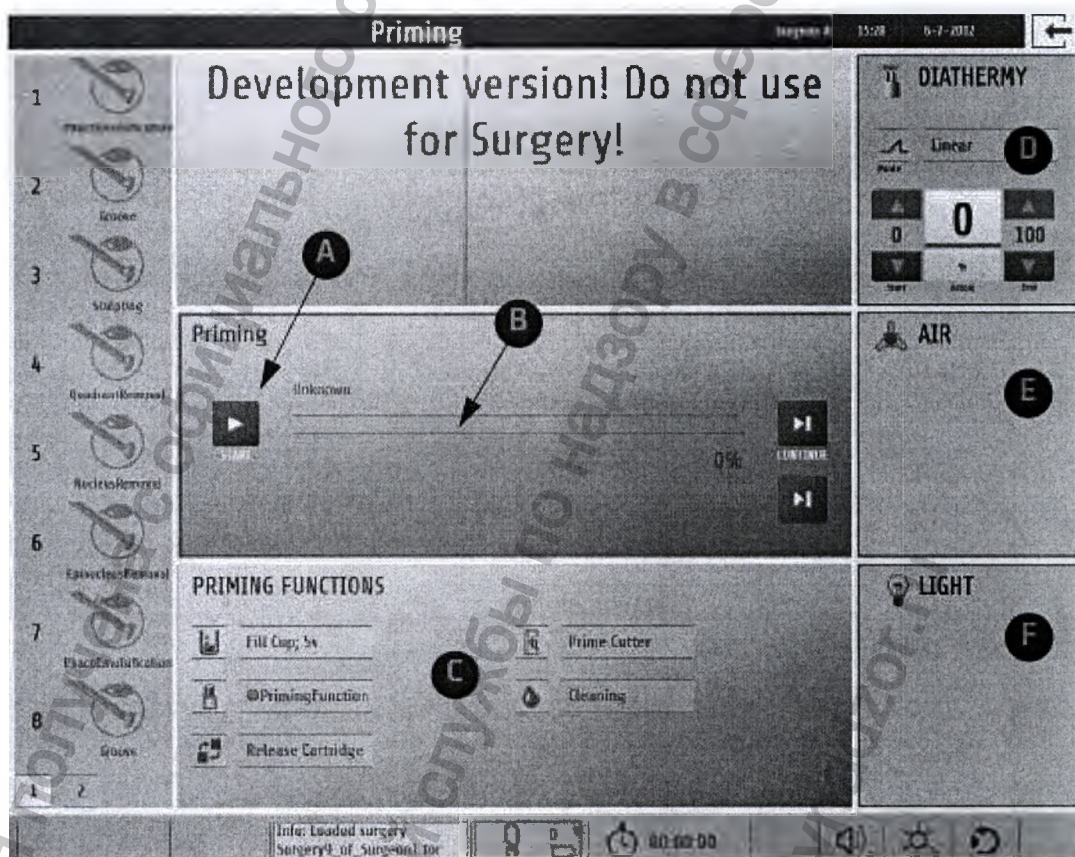

Рис. 56: Экран заливки
1. На главном экране прикоснитесь к мигающей кнопке ЗАЛИВКА. Появляется экран ЗАЛИВКА (рис. 56).